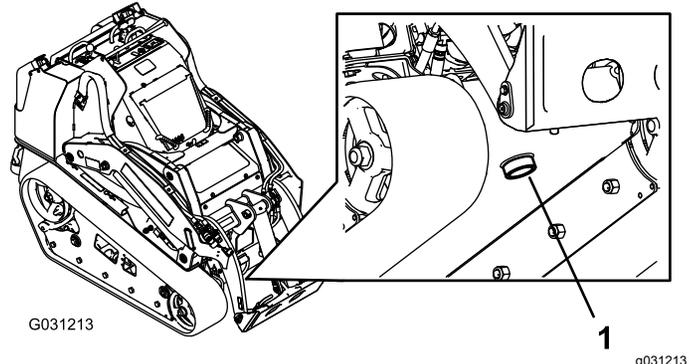

Bild 63
7. Stellen Sie eine große Auffangwanne (Fassungsvermögen von 57 l) unter die Ablassschraube vorne an der Zugmaschine (Bild 63).
8. Entfernen Sie die Ablassschraube und lassen das Öl in die Auffangwanne abfließen (Bild 63).